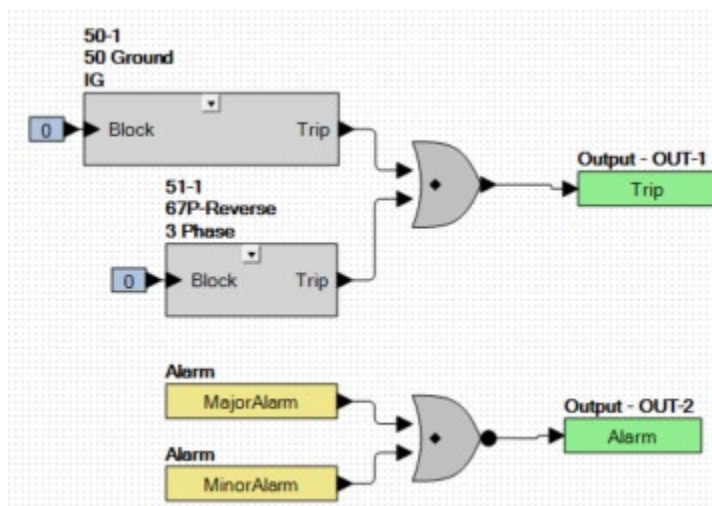

图 2-23. 逻辑示例
- d. 连线（单击并将一条线从输出拖到输入）如图 2-23 所示。